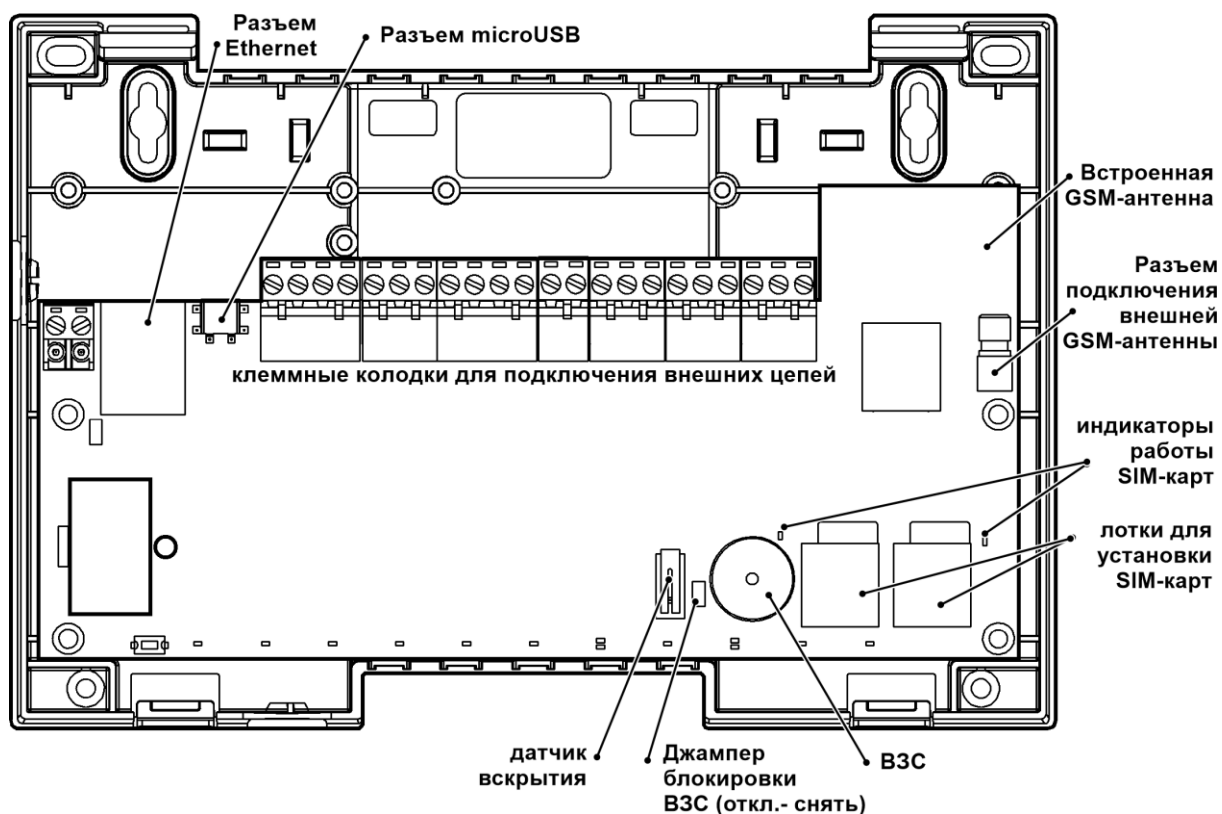

Рисунок 1
- При необходимости (в местах с плохим уровнем GSM-связи), возможно подключение внешней GSM-антенны. Внешняя антенна должна иметь волновой импеданс 50 Ом, разъем SMA-типа и подключаться к разъёму подключения внешней антенны на приборе (см. рисунок 1).